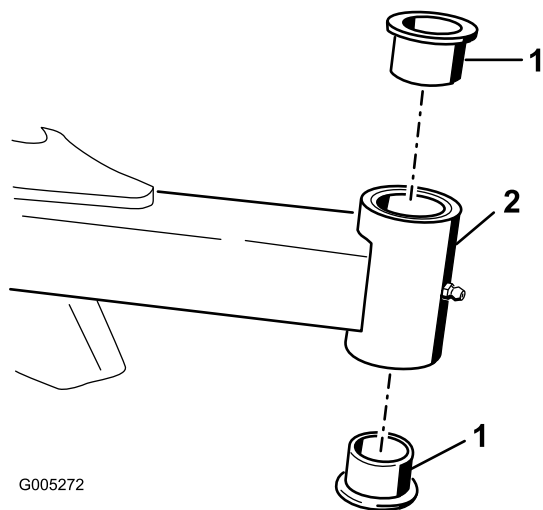

図 17
4. ピンポンチを使って、チューブの上または下からブッシュをたたき出す 図 17。もう1個のブッシュについても同様にして取り出す。チューブの内部をきれいに清掃する。